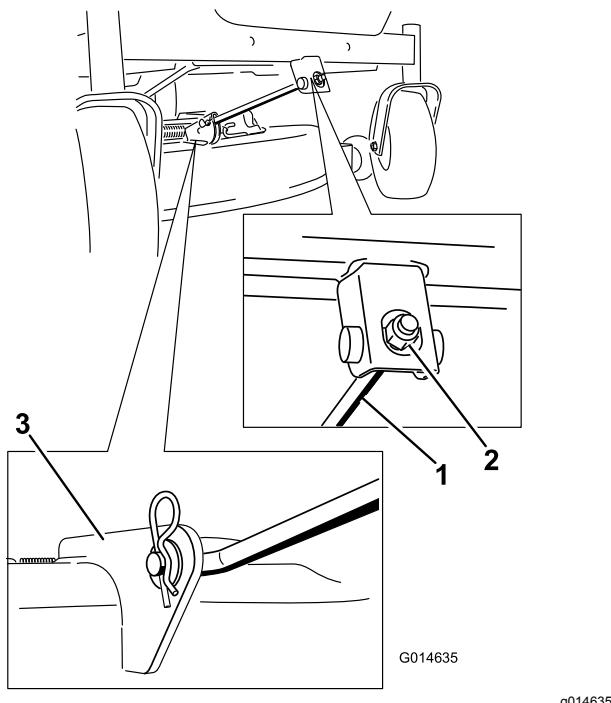

Figura 73
- Retire la chaveta de la varilla de soporte delantera y retire la varilla del soporte de la carcasa (Figura 73).